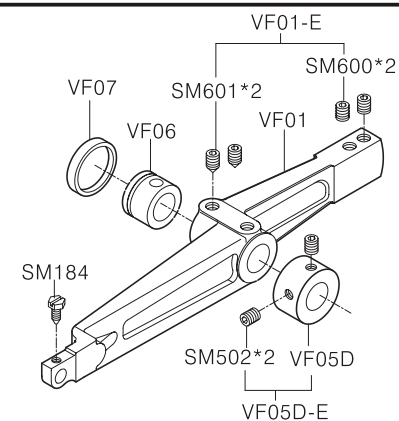
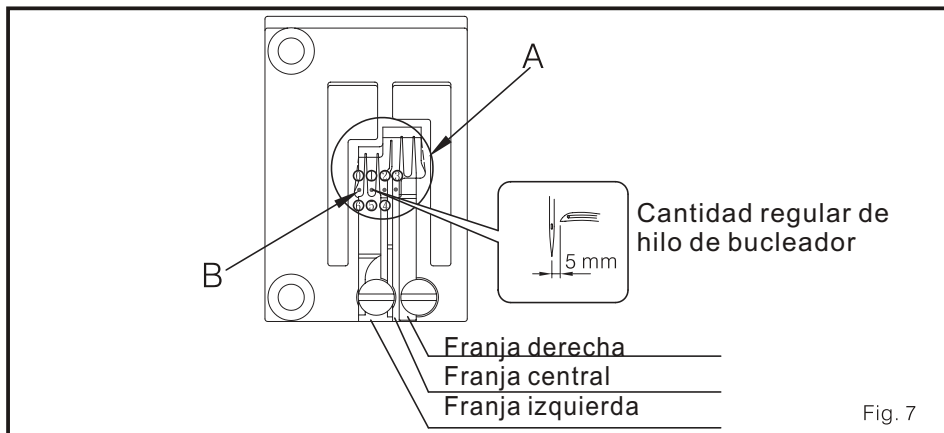

Fig. 6
Fig. 7
3. Ajuste posición frontal/posterior: (Fig. 6, Fig. 7)
1. El punto B del rango A en la Fig. 7 indica la posición de las puntadas. Cada número significa la posición de la puntada de un ciclo de la polea. (Para doble agujas, la posición de la puntada de la aguja izquierda debe ser tomada como referente).
1. Mueva la aguja a la primera franja en la placa aguja para ajustar (Fig. 7)